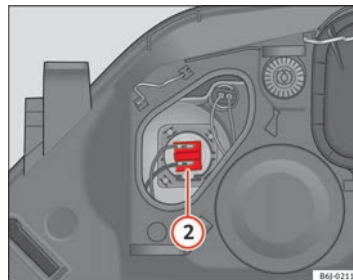

Fig. 150 Feux de route
- Retirez le connecteur ⇒ fig. 150 ② en tirant vers l'extérieur.